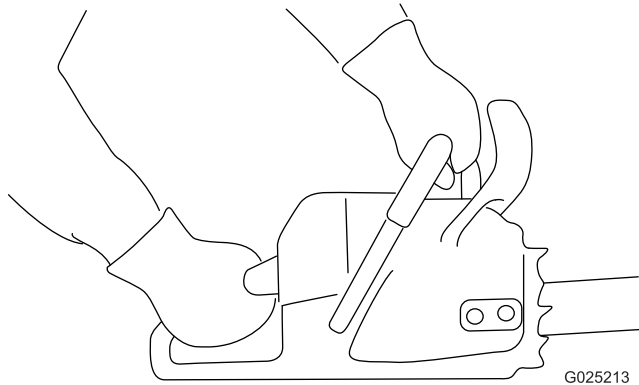

Figura 11
1. Sujete la motosierra con las dos manos como se muestra en la Figura 11.
2. Sujete la motosierra como se muestra en la Figura 11.
1. Sujete la motosierra como se muestra en la Figura 11.